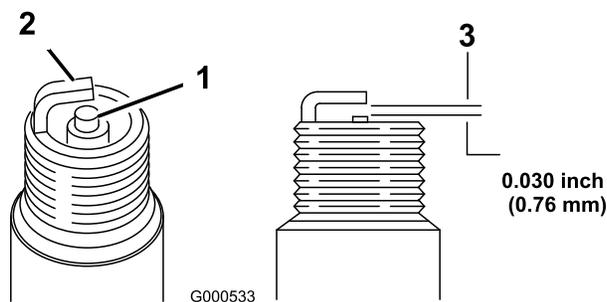

図 45
1. 中央の電極部 図 45 を観察する。
2. すきまゲージでエアギャップの点検を行い、隙間の大きさが適切でなければ側面の電極を注意深く曲げて調整する 図 45。